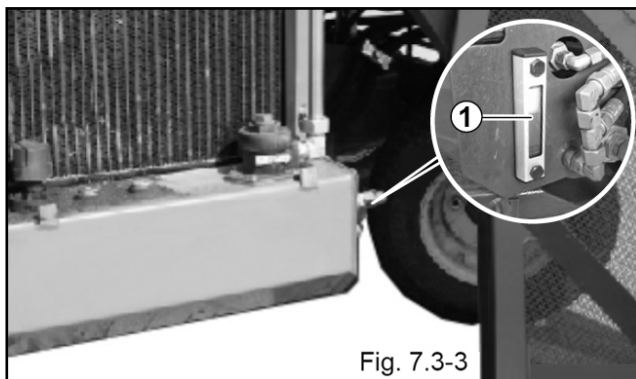

Fig. 7.3-3
Le réservoir d'huile est intégré dans le bâti, sur le côté gauche de la machine (Fig. 7.3-3). Le niveau d'huile hydraulique peut être vérifié sur l'affichage du niveau de remplissage (1), sur la droite du réservoir.